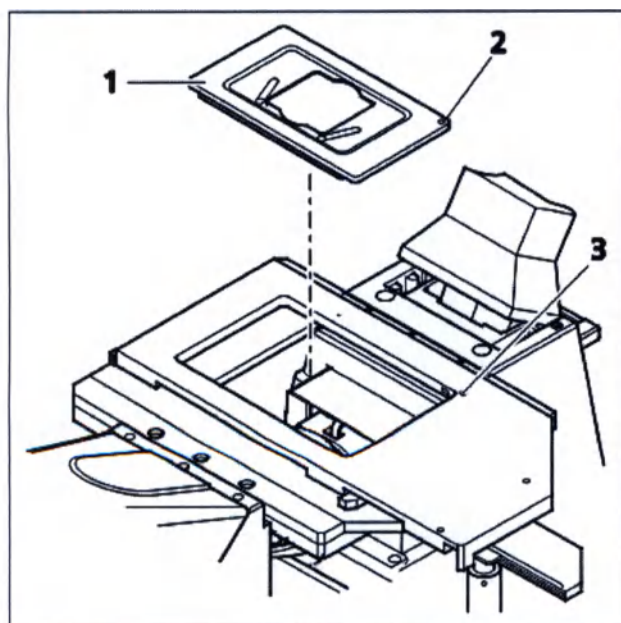

Рис. 22 Установка вставки типа К
- Теперь установите вставку типа К (рис. 22/1) в механический столик.
Для этого совместите отмеченный красной точкой угол вставки (рис. 22/2) с красной точкой на столике (рис. 22/3), а затем задвиньте вставку по диагонали и вниз в паз, преодолевая усилие пружин. Убедитесь, что вставка установлена правильно.